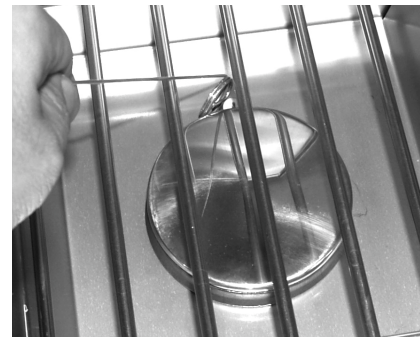

Fig. 32-2 - Éclairage manuel
2. Insérez un allumeur brûlant de butane de long-baril, une allumette brûlante de long-tige, ou une allumette brûlante tenue par un support de prolongation de fil par la grille à cuire s'ouvrant au brûleur (fig. 32-2). Tenez la flamme contre le bord du brûleur.
4. Si le brûleur ne se allume pas dans les cinq (5) secondes de tourner le bouton de commande, enfoncez immédiatement le bouton et tournez la valve à **AU LOIN**. **ATTENDEZ CINQ (5) MINUTES** avant de répéter les étapes 2 à 4 des instructions manuelles d'éclairage.